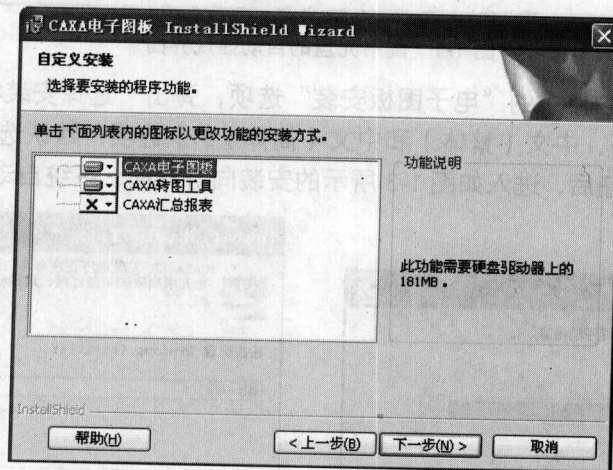

图 1-6 “自定义安装”对话框
(5) 弹出“自定义安装”对话框, 如图 1-6 所示, 系统要求确定安装方式, 可选择“CAXA 电子图板”方式, 单击【下一步】按钮。